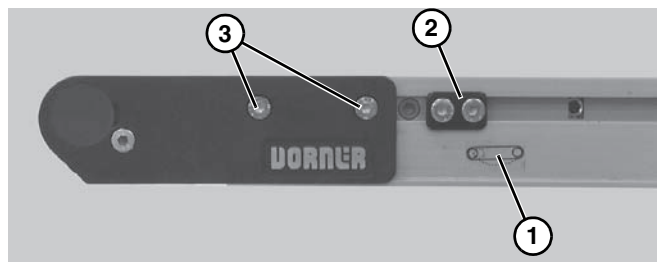

Figure 4
2. Am Spannungsende des Förderers, gekennzeichnet durch  ein Schild (**Figure 4, item 1**): Auf beiden Seiten des Förderers die Nockenbausätze (**Figure 4, item 2**) (falls vorhanden) lösen und von den Kopfplatten entfernen, anschließend die Befestigungsschrauben (**Figure 4, item 3**) lösen und den Kopfplattenbausatz nach innen drücken.
- Falls mit Nockenbausätzen (**Figure 4, item 3**) ausgerüstet, repositionieren und Fördergurtführung anpassen. Siehe "Conveyor Belt Tracking" on page 13.